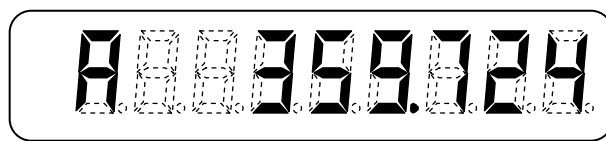

Рис. 24
- включена одна десятичная точка (рис. 24), то она отделяет целое значение градусов от дробной части;